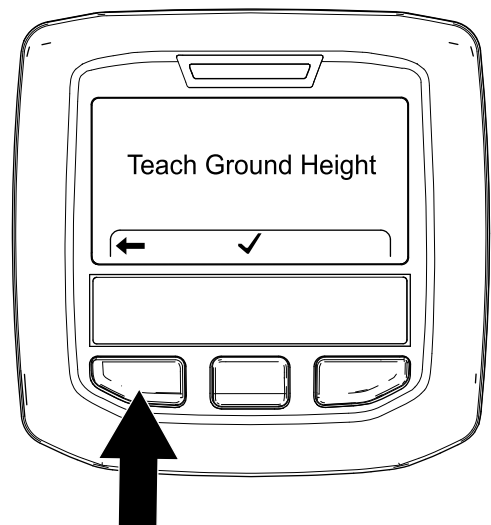

Bild 71
- Drücken Sie die linke InfoCenter-Taste, um die Anwendung „Bodenhöhe einlernen“ zu beenden (Bild 71).